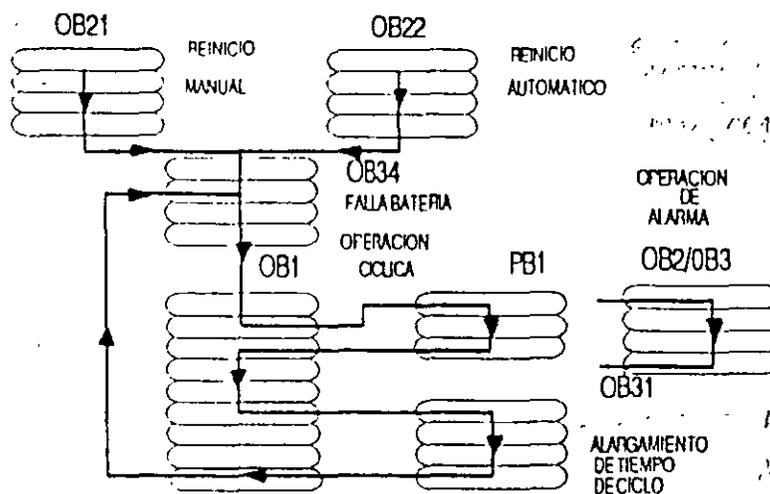

FIG. 68 Bloques de Organización
**Bloque de Organización (OB).** Para administrar la elaboración del programa de aplicación. En el se listan todos los Bloques de Programa (PB) que se han de elaborar. Existen OB's que se procesan en forma cíclica, otros cuyo procesamiento se controla por alarmas o bien por tiempo. Ver fig. 68